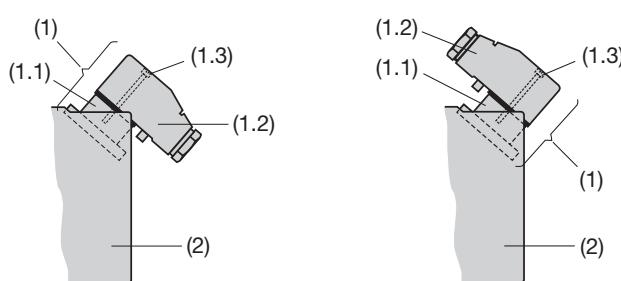

Bild 4. Rückenteil (2) mit Steckverbinder (1).
Der **Steckverbinder** (1) besteht aus dem Stecker (1.1), der am Rückenteil (2) des Messumformers befestigt ist, und der abziehbaren Leitungsdose (1.2), die den Leitungsabgang (Verschraubung PG 11) und 7 Schraubklemmen (für Drahtquerschnitte bis max. 1 mm²) umfasst. Der Stecker kann so montiert werden, dass die Dose mit dem Leitungsabgang nach hinten (Bild 4, links) oder nach vorn (Bild 4, rechts) gerichtet ist.